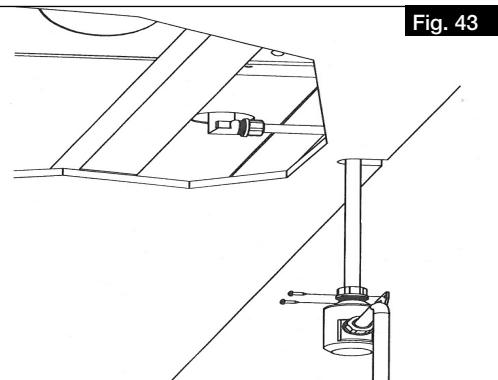

Fig. 43
La position de la pièce de fixation doit être choisie de manière à garantir une pente suffisante vers l'évacuation des condensats de l'appareil (voir Fig. 43) !
- > Le tube des condensats sortant du siphon à boule doit respecter une pente (vers un point bas et non pas vers un point haut) avant de déverser l'eau dans un siphon ouvert de type entonnoir. Il ne doit pas être relié via un système fermé (voir Fig. 43).